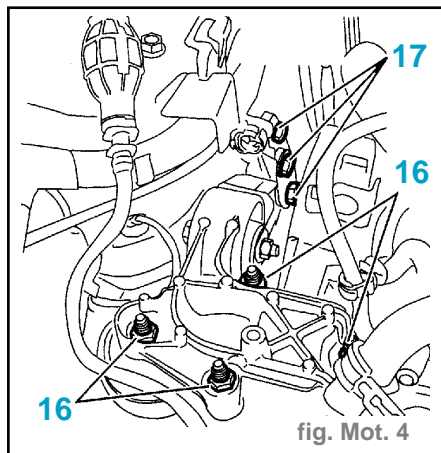

fig. Mot. 4
- Serrer (daN.m) (fig. Mot. 4) :
- les écrous (17) ..... 6,5
- les écrous (16) ..... 4,5